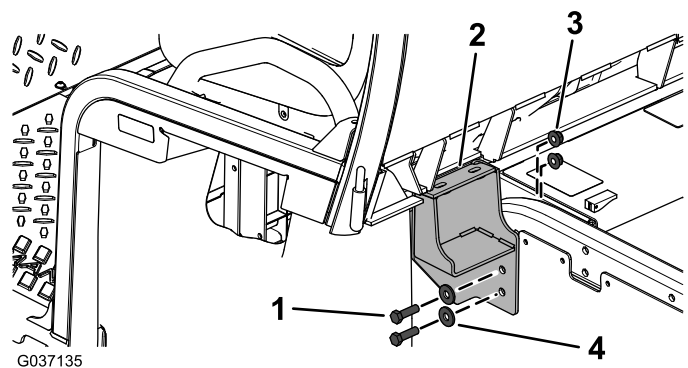

**Figure 6**
- En vous servant des nouveaux support comme guide, percez 3 trous (⅜ po de diamètre) dans chaque panneau de plancher (Figure 6).
**Important:** Percez seulement les 2 trous avant dans les nouveaux supports de panneau de plancher et le plus à l'arrière, comme montré à la Figure 6.